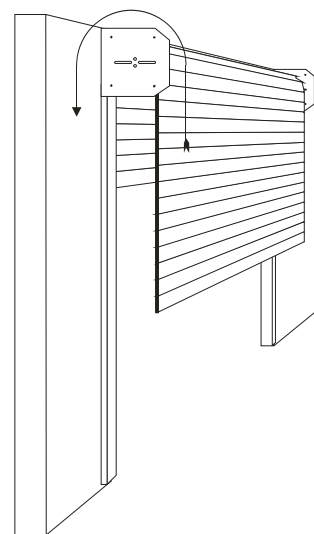

Fig. 16
- Otra forma sería, pasar la parte baja de la puerta (zócalo) por encima del eje de muelles y desde el interior del local, e ir introduciéndola por las guías con mucho cuidado ya que la puerta corre el peligro de rayarse o estropear la pintura o anodinado, según se explica en la *fig. 16*, como se indico anteriormente esta operación debe ser realizada por dos o más personas según el peso o las medidas de la puerta.